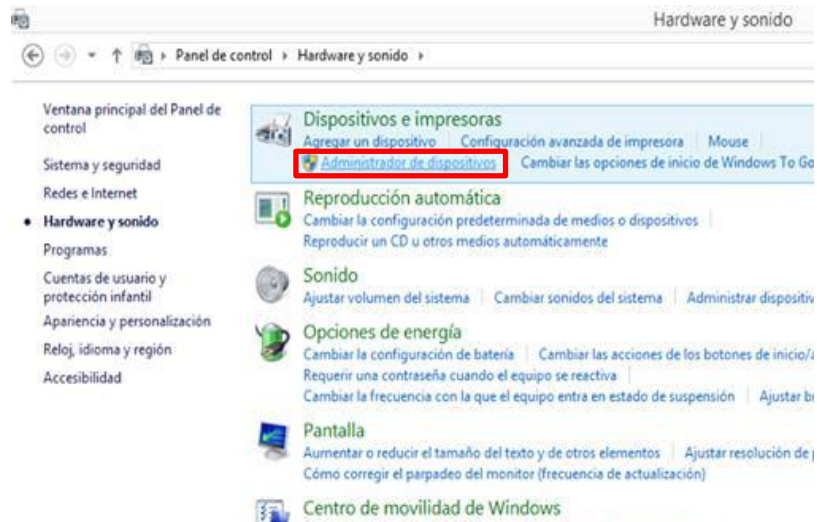

Figura 21 Administrador de dispositivos
- En la ventana de Herramientas y sonido, diríjase al ítem de Dispositivos e impresoras y haga clic en Administrador de dispositivos, como se muestra en la Figura 21.